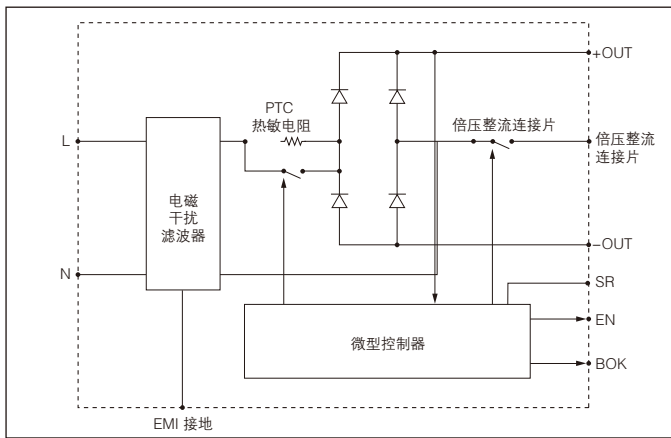

图 9-3 — FARM3 功能方块图
为了消除转换器模块之间可能产生的控制干扰，每只转换器模块的 PC 引脚都必须串入一只信号二极管，并且该二极管应当尽量靠近 PC 引脚。电源接通且浪涌电流消失后，使能 (EN) 引脚与 SR 引脚之间的电压升到 15 V，从而使各转换器模块开始工作。如果直流母线电压超过 400 V，使能 (EN) 引脚电压也可关断 DC-DC 模块，从而实现转换器模块输入过压保护。发生输入过压保护时，内部热敏电阻旁路开关打开，且与输入电压串联，从而降低母线电压到一个安全的水平，压敏电阻同时又限制了输入之电流。因发生故障或负载电流过大使直流母线电压低于 180 V 时，热敏电阻旁路开关也将打开作限流保护。(图 9-3)